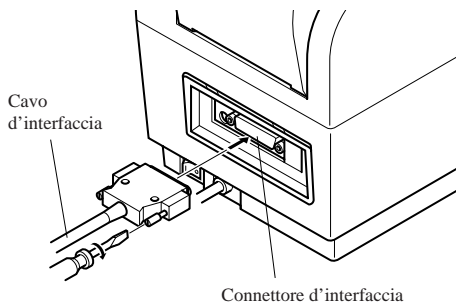

**Fig. 3-5**
- Fissare l'anello di ferrite grande sul cavo dell'unità periferica eseguendo la stessa procedura vista di ferrite del cavo dell'interfaccia parallela. Tuttavia, quando si applica l'anello di ferrite sul cavo dell'unità periferica, è necessario fare un cappio al cavo come mostrato in Fig. 3-5.